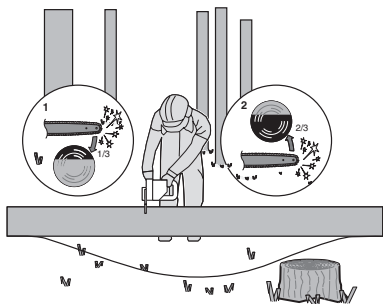

Figura 5
Si el tronco está apoyado por ambos extremos, tal como se muestra en la figura 5, corte $1/3$ del diámetro desde la parte superior (corte superior) (1). A continuación, finalice el corte cortando por la parte inferior los $2/3$ restantes hasta encontrarse con el primer corte (2).